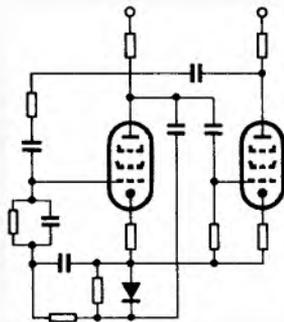

Bild 7. Amplitudengrenzung. Verwendung einer Röhre mit Regelcharakteristik
2.2.3 Steilheitsregelung (Bild 7)
konstante wiederum ist die Siebung unzureichend, es kommt die erzeugte Frequenz in unerwünschter Weise auf das Regelgitter. Die richtige Dimensionierung ist dann schwierig, wenn der Abstand zwischen tiefster Arbeitsfrequenz und Gleichspannung nur gering ist. Deshalb wird die Regelspannung vorzugsweise dem Gitter zugeführt, wo ein etwa vorhandener Wechselspannungsrest gegenkoppelnd wirkt. In Bild 7 ist daher die Regelspannung nicht von der Anode der Röhre II, sondern von der der Röhre I abgenommen.